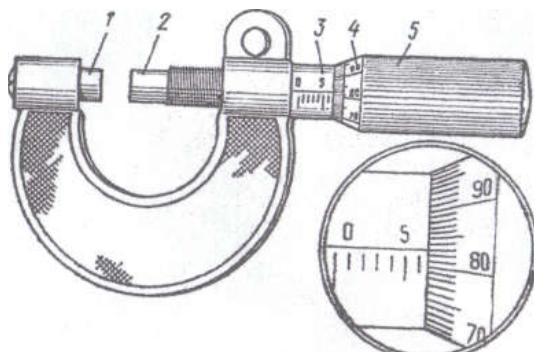

Рис.1
1. Микрометр (рис. 1) состоит из упора 1, микрометрического винта 2, неподвижной втулки 3 со шкалой в миллиметрах, головки винта 5 со шкалой 4. При измерении микрометром предмет помещают между упором и винтом. Вращая винт за головку, доводят его до соприкосновения с предметом. Затем по шкале 3 отсчитывают целые миллиметры, а по шкале головки винта — десятые и сотые доли миллиметра. На рис. 1 показания микрометра 6,83 мм.